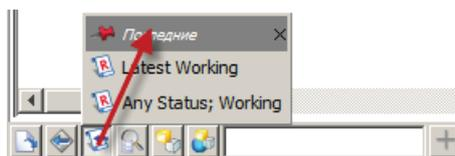

Рисунок 12.16
- команда **Последние правила** отображает список последних используемых правил выбора модификаций изделий для быстрого переключения между ними (рис. 12.16);